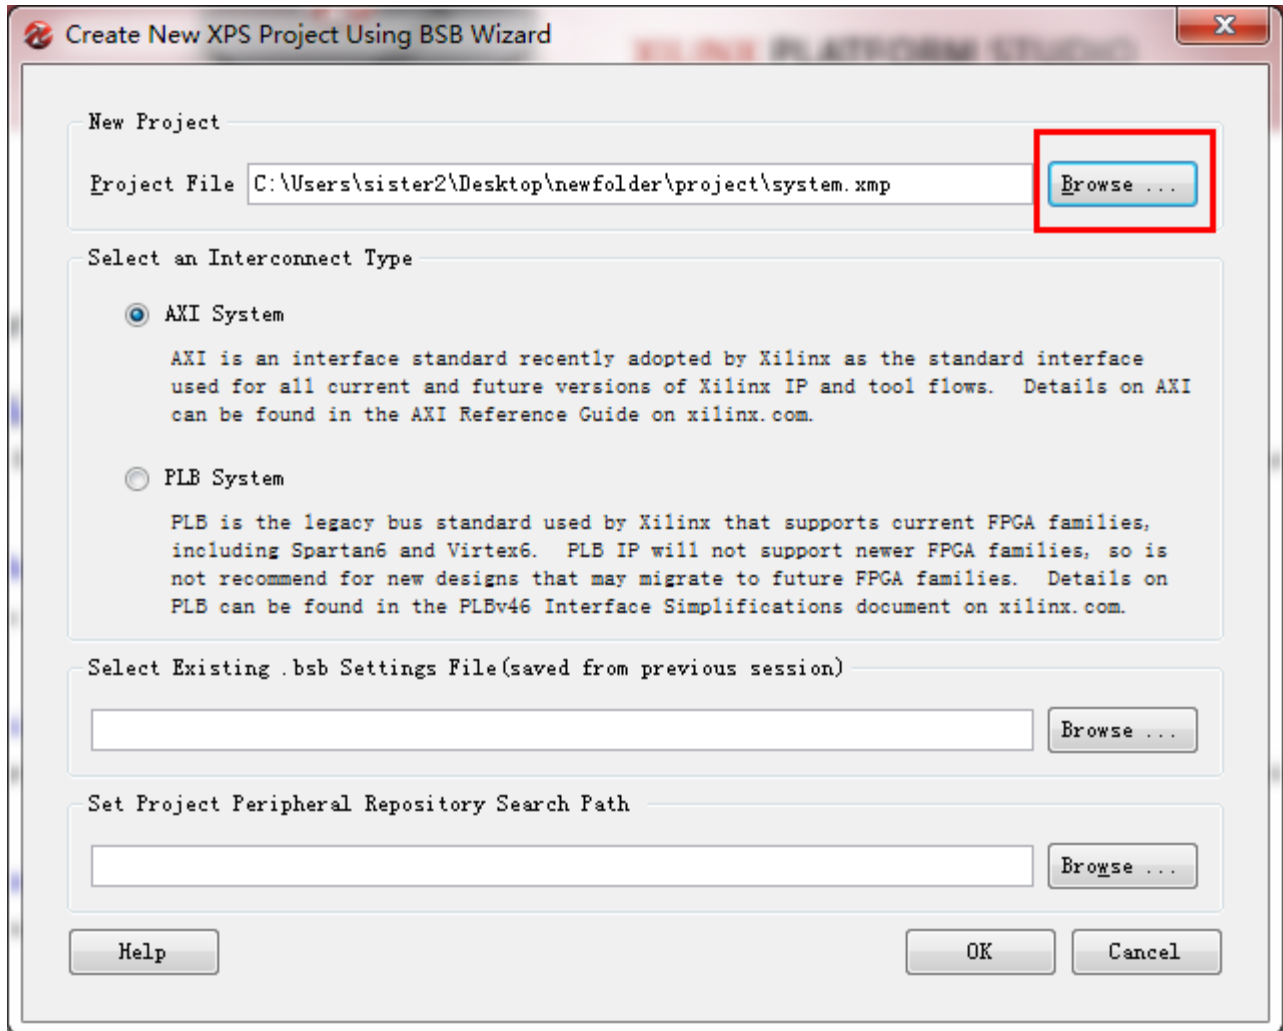

图 3：新工程建立向导
- 1-1-2. 点击 **Create New Project Using Base System Builder** 来打开新工程建立向导。会出现一个 **Create New XPS Project Using BSB Wizard** 对话框, 如图 3.
1-1-3. 如图 3，在新工程建立向导对话框中点击 **browse** 选择工程存放的路径，这里以 `c:\users\sister2\desktop\newfolder\project\` 为例，选择完路径后 **Project File** 栏中的路径变为 `I:\Jungle\verilog_projects\Diligent\ethernet\system.xmp`。点击 **OK**。